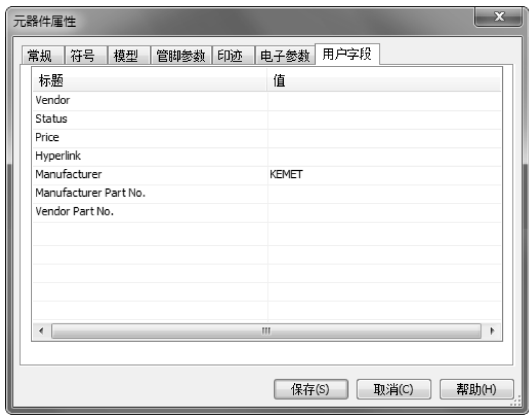

图 10-80 “用户字段”选项卡
3) 单击“编辑”按钮，弹出“元器件属性”对话框，在该对话框中显示选中元器件的属性信息，该对话框包括 7 个选项卡，如图 10-74 ~ 图 10-80 所示。